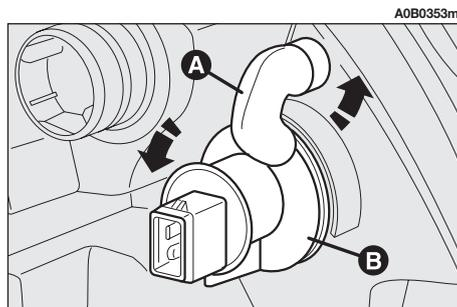

Abb. 29
- Die Kappe (**A, Abb. 29**) entgegen dem Uhrzeigersinn drehen.